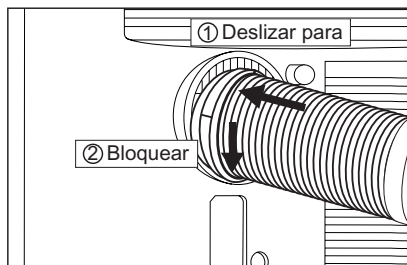

Fig. 4
3. Instale o adaptador A no aparelho (Fig. 4).